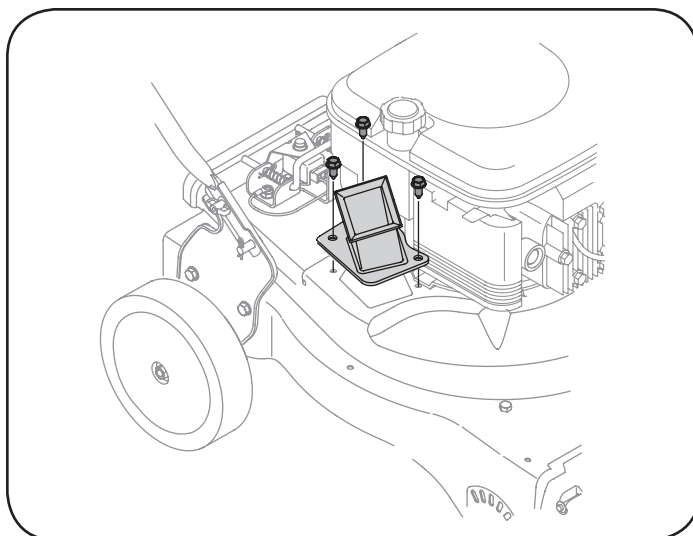

Figura 22
3. Ajuste los tres tornillos de cabeza hexagonal que sostienen el canal de la cortadora a la caja superior. Vea la figura 22.